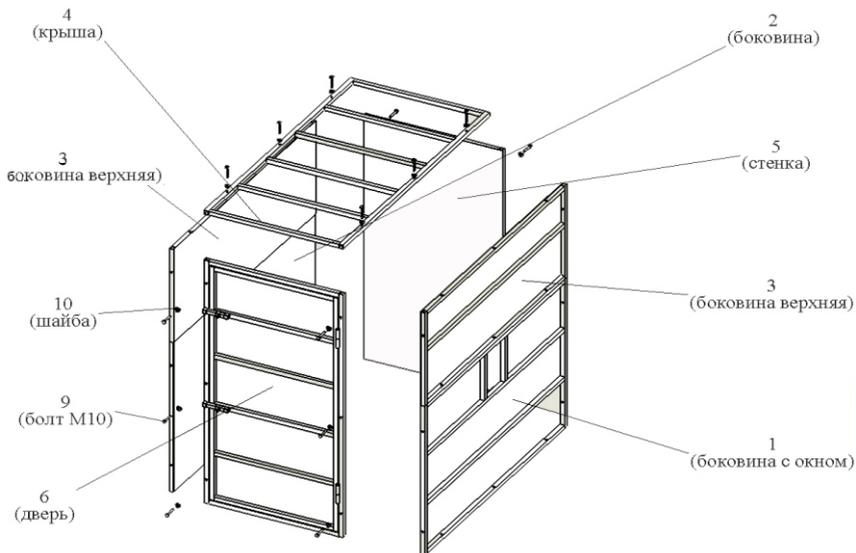

Рис. 3. Схема сборки клетки
3.5.1. Соберите клетку как показано на рис.3 при помощи болтов 9 с шайбами 10.